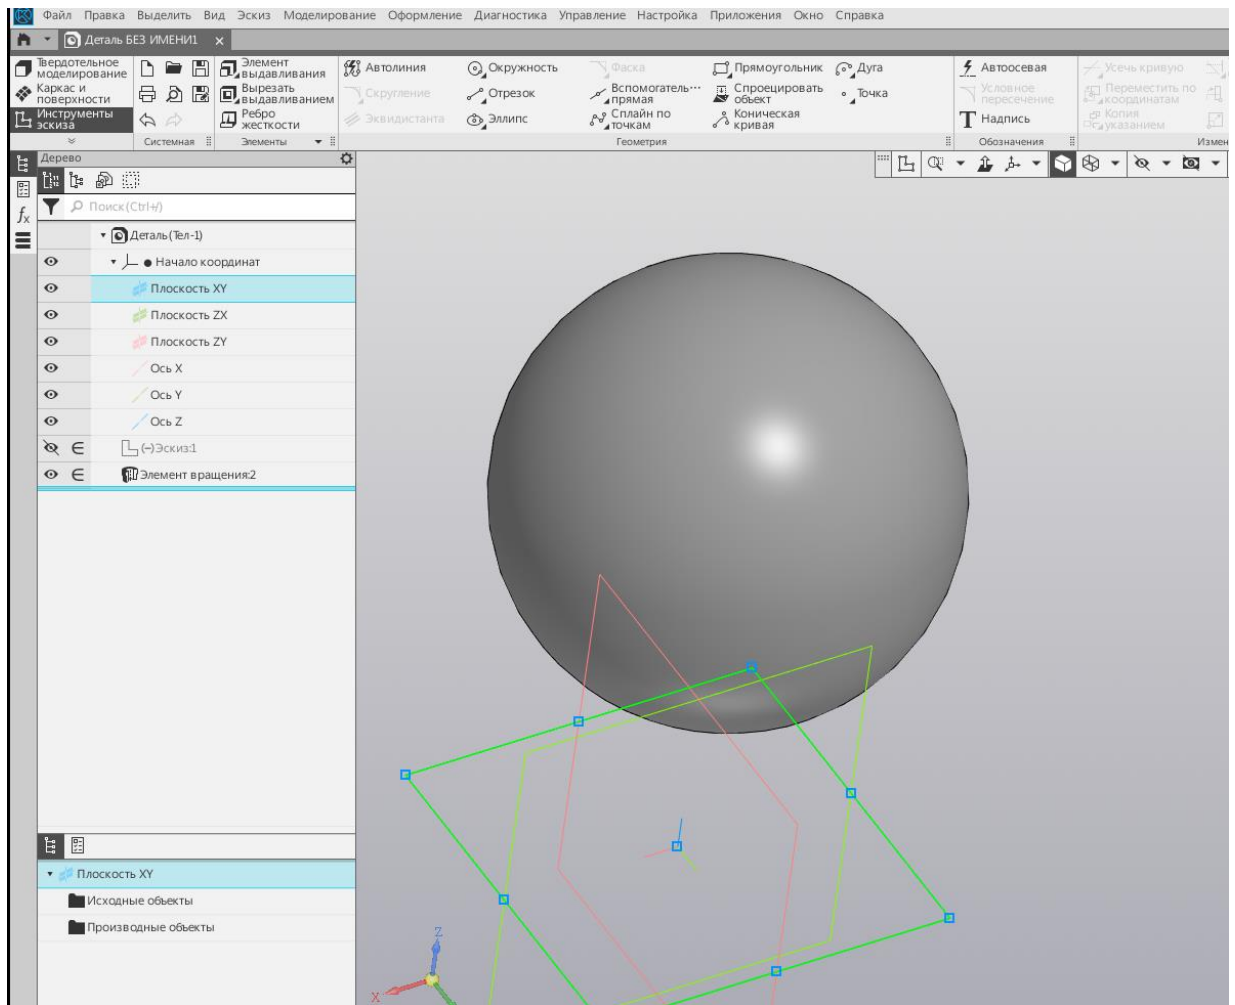

Рис.8. Выбор плоскости XY
4. Создаем эскиз шестиугольника на плоскости XY (Рис.8.). выбрав плоскость XY и выбрав инструмент «прямоугольник» стиль «основная линия» не отпуская правой клавиши мыши доведя курсор до «многоугольник» (рис.9)